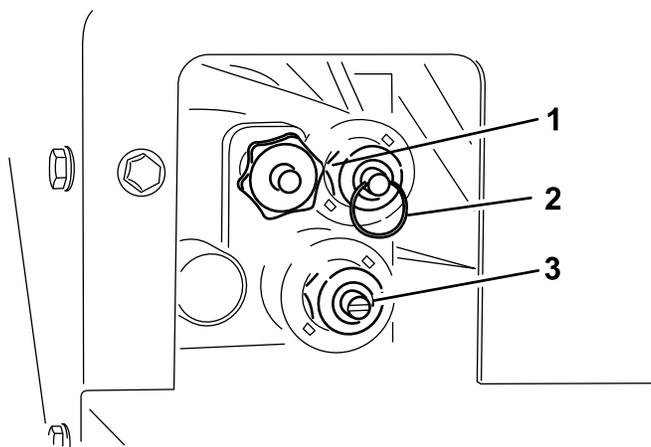

図 26
手動操作は、油圧システムの運転席側にある手動操作装置で行います 図 26。
- フロアベルトの速度を調整するには図 26、ノブを右に回します。この調整は油圧を作動させずに行えます。色別設定システムにあるように、最大フロア速度にセットします。ホッパーに砂を満載しているような場合は最も重要な設定です。
- ホッパー図 26を上昇させるには、バルブシステムのリングを押し込みます。
- ホッパー図 26を下降させるには、バルブシステムのリングを引き出します。
- スピナーの回転速度図 26はマイナスドライバーを使って調整します。右に回すと速度は上がり、左に回すと下がります。